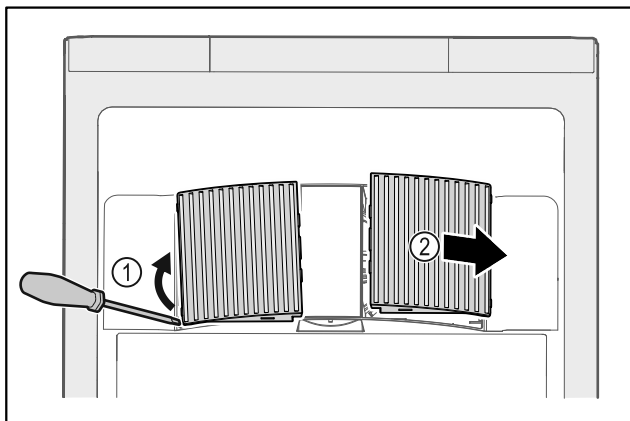

Fig. 104
- ▶ Осторожно подденьте крышки вентилятора сбоку Fig. 104 (1) и снимите их движением вперед Fig. 104 (2).